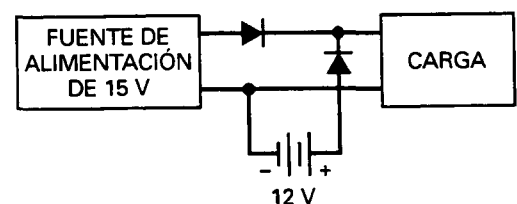

Figura 3-22
- 3-33. Algunos sistemas, como las alarmas antirrobo y los ordenadores, emplean una reserva de baterías para el caso de que la fuente de alimentación principal fallase. Describa cómo funciona el circuito de la Figura 3-22.